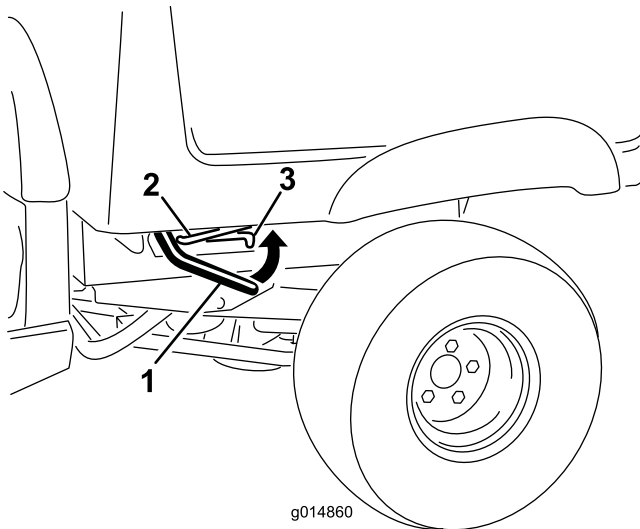

Bild 1
2. Heben Sie den Hebel an beiden Seiten der Ladepritsche an und heben Sie die Ladepritsche an (Bild 1).
3. Ziehen Sie die Stützsäule in die Aussparung, um die Staubbox zu befestigen (Bild 1).